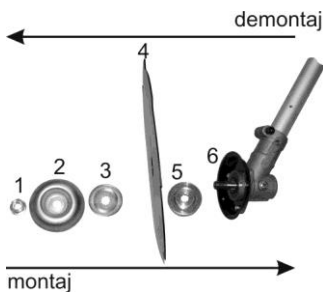

Fig. 7
Ordinea montării-demontării este prezentată în fig. 7
- Folosiți imbus-blocatorul din dotarea motocoasei BC 300 și poziționați-l în gaura de blocaj a capului reductor și în gaura de blocaj a distanțierului din fig. 7 poz. 5
- Discul de taiere cu 3 dinți (poz. 4 fig. 7) poate fi montat pe orice parte având ascuțire dublă
La montarea auto-cutului, poz. 1,2,3 și 4 din fig. 7 nu se folosesc. Se folosește șaiba blocator (poz. 5, fig. 7) ce ajută la blocarea axului capului reductor, iar auto-cutul se înfiletează apoi, în sens invers acelor de ceasornic, cu mâna, ajutându-ne de blocator și strângem puternic.